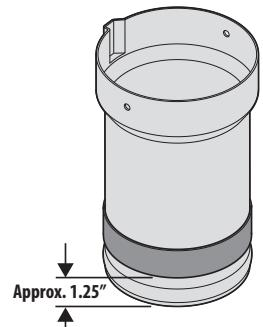

Figure 22
- Collez une bande autocollante en caoutchouc (735-05020) sur la rallonge de la goulotte à 1,25 po de l'extrémité plus étroite de la rallonge (à $\frac{1}{4}$ po de la bride) comme indiqué dans la Figure 22.